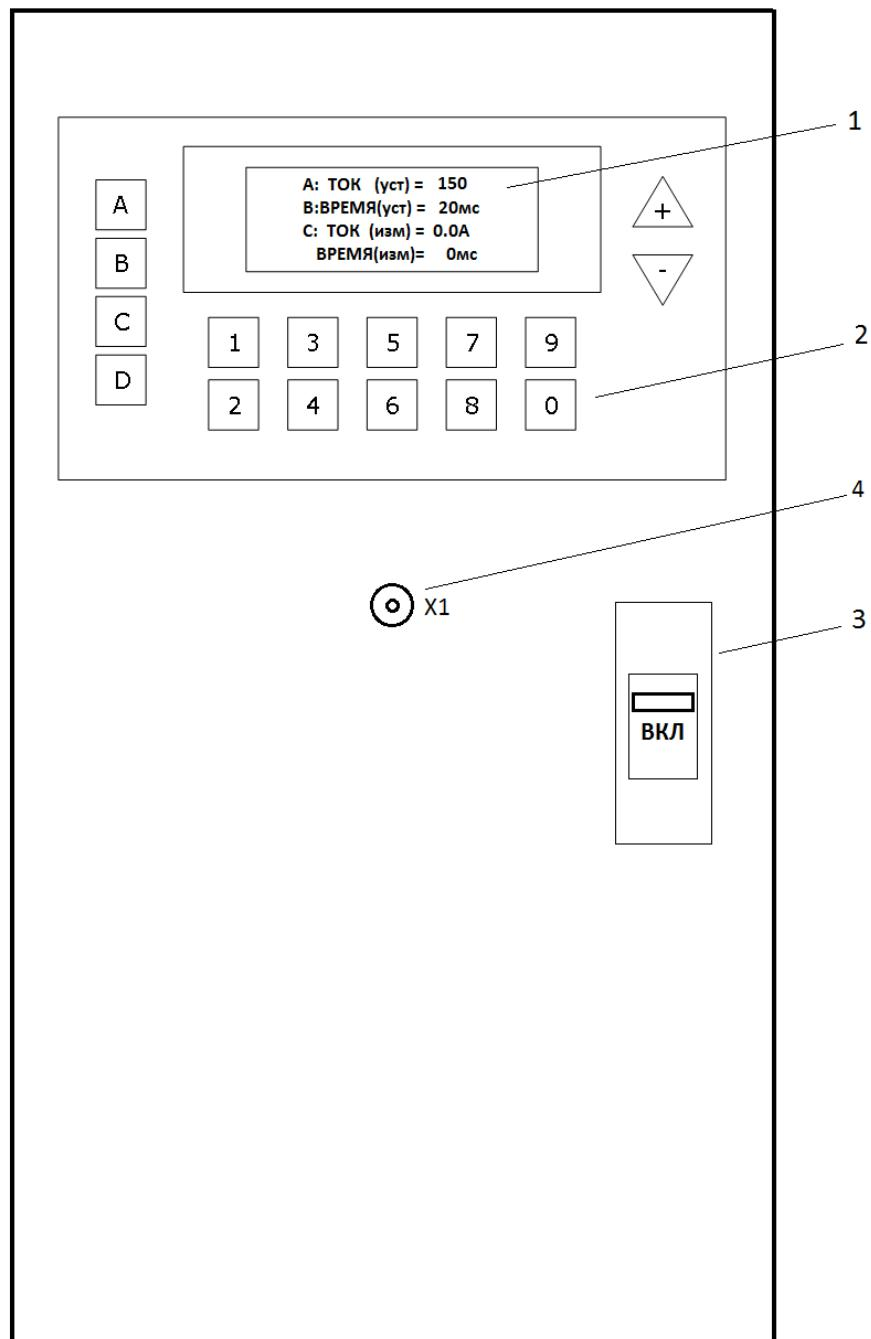

Рис.2. Передняя панель комплекта СИНУС-Т 7000А
4.3.2 Передняя панель комплекта представлена на рис.2. На ней расположены:
Внешний вид клавиатуры комплекта представлен на рис.2. Назначение клавиш клавиатуры приведено в таблице 1.
Внешний вид дисплея представлен на рис.2.